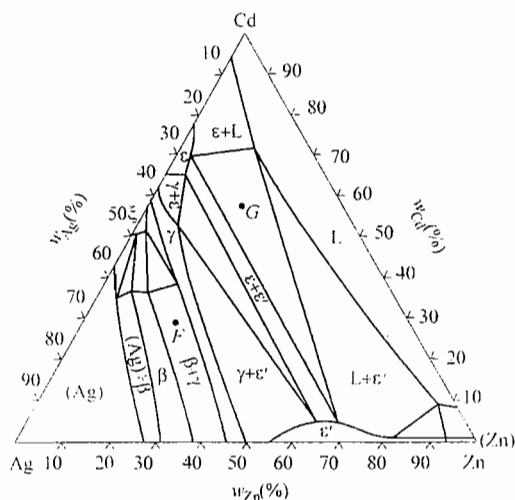

图 43-5 第五题第 2 小题图
2. (10 分) Cd-Ag-Zn 三元合金相图的 400℃等温截面图如图 43-5 所示。写出图中 F 点和 G 点成分的合金的平衡相，并计算相组成物的质量分数（用字母列式表示）。